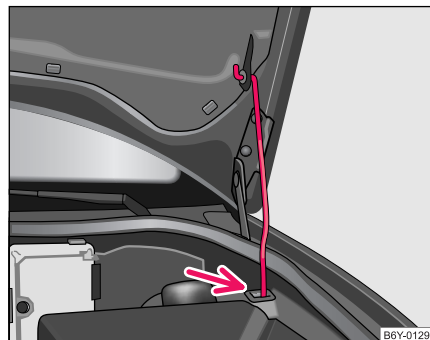

Fig. 125 Seguro del capó con la varilla de apoyo
- Saque la varilla de apoyo de su fijación y engánchela en la abertura prevista con tal fin ⇒ **página 177, fig. 125.**